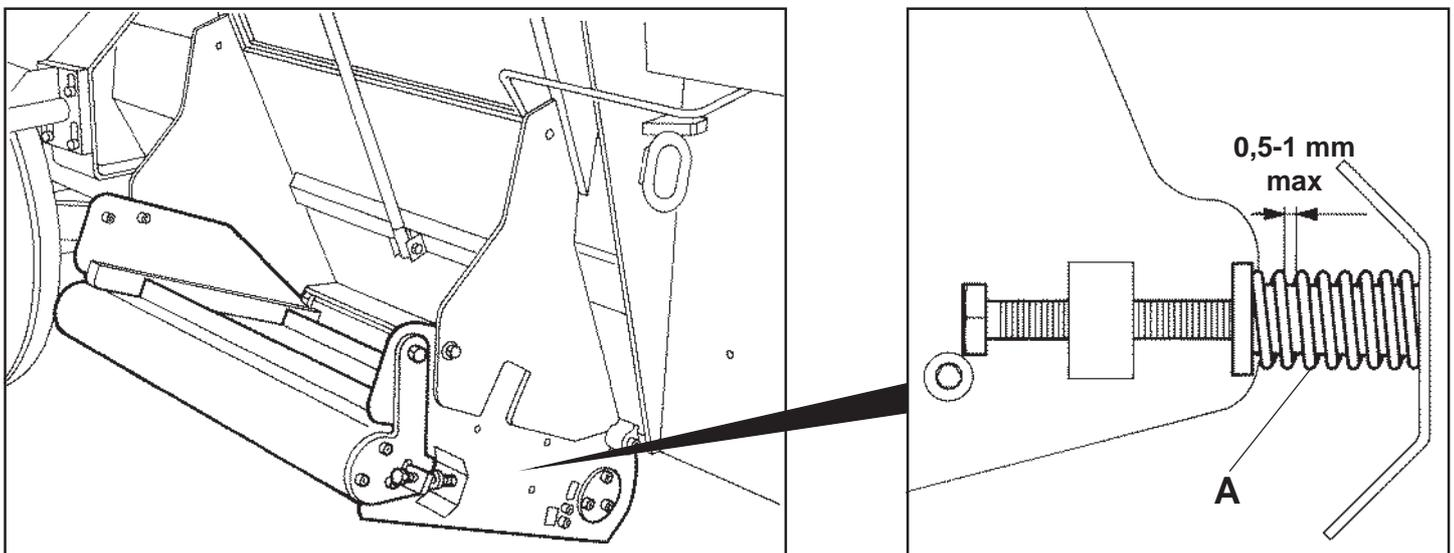
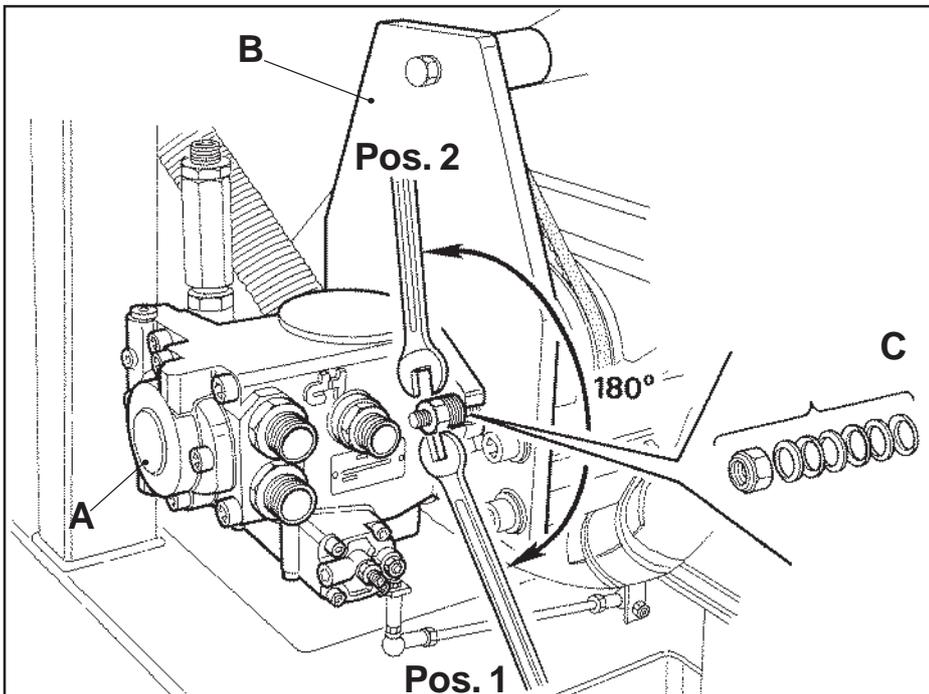
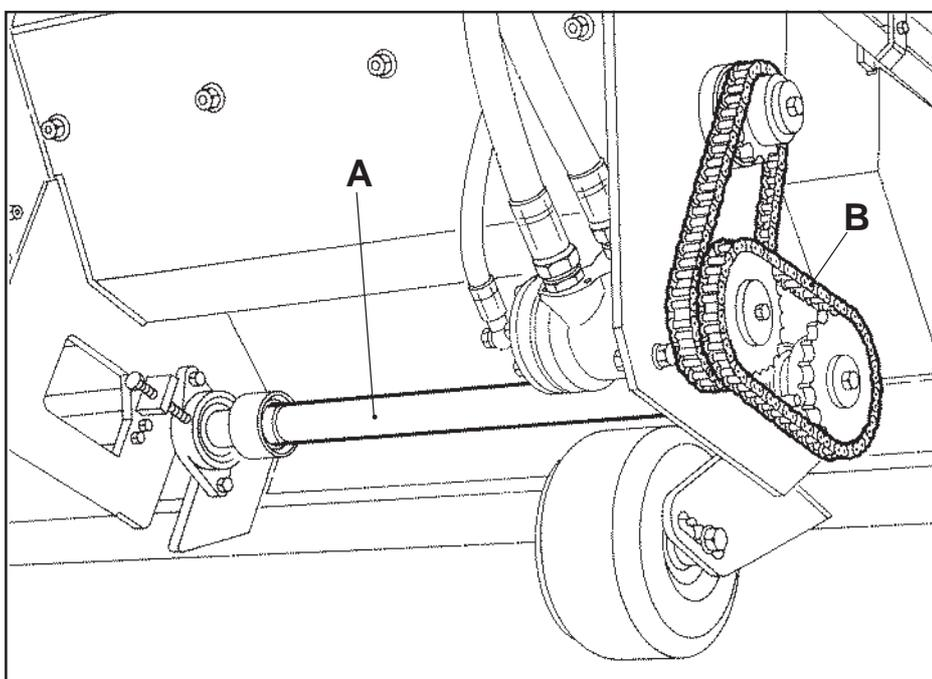
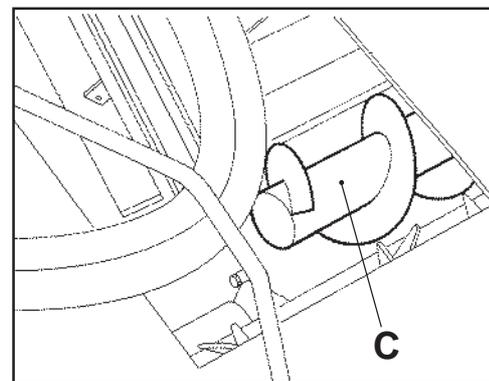

FIG. 28
FIG. 29
FIG. 39
FIG. 40
La bande de décharge est mise en tension par les ressorts (Part. A- Fig. 28) positionnés dans la partie antérieure du tapis.
De afvoerband wordt onder spanning gehouden door de veren (Part. A - Fig. 28) die geplaatst worden op de voorkant van het tapijt.
La pompe hydrostatique (**A - Fig. 29**) est fixée au support (**B**) au moyen de deux vis et douze ressorts à godet (**C**). Pour obtenir un fixage parfait, il faut porter les ressorts en blocage (**Pos. 1**) puis les desserrer d'un demi-tour (**Pos. 2**).
**ATTENTION:** Dans le où vous démontez le support (**B - Fig. 29**), rappelez-vous qu'il faut toujours le remonter avec un comparateur, lecture 0,01-0,001 mm, ou un gabarit pour qu'il soit bien centré par rapport à l'axe du moteur.
De hydrostatische pomp (**A - Fig. 29**) wordt aan de basis (**B**) bevestigd met twee bouten en twaalf schotelveren (**C**). Voor een perfecte vastschroefing moet men de veren eerst blokkeren (**Pos. 1**) en dan een halve draai losser maken (**Pos. 2**).
**OPGELET:** als men de steun (**B - Fig. 29**) verwijdert moet deze weer gemonteerd worden met een centesimaalcomparator of een masker, om er zeker van te zijn dat de moteras precies in het midden zit.
<ul style="list-style-type: none"> <li>• La macchina, azionando il pedale di avanzamento non si muove:</li> <li>• Fahrzeug bewegt sich bei Betätigen des Antriebspedals nicht:</li> </ul>	<p>Verificare, a motore spento, che il filo di azionamento con tutti gli attacchi e forcelle siano al loro posto. Controllare che, azionando il pedale (A - Fig. 28), la leva (B - Fig. 29) della pompa si sposti. Nel caso la macchina necessiti di spostamenti, eseguire l'operazione descritta a pagina 25.</p> <p>Kontrolle nur bei abgestelltem Motor! Bowdenzug intakt ? (D, Abb.40)</p> <p>Bewegt sich Hebel (M, Abb.41) bei Betätigung Gaspedal ? (L, Abb. 39)</p> <p>Beachten: Vor dem Schleppen Nabenritzel entfernen (S.15, Abb.2), Schleppstange benutzen.</p>
<ul style="list-style-type: none"> <li>• La macchina non carica il materiale:</li> <li>• si blocca il nastro e l'albero (A) (Fig. 39) gira facendo slittare il rullo rispetto al nastro:</li> <li>• si blocca il nastro e l'albero (A) (Fig. 39) non gira:</li> <li>• Maschine lädt nicht:</li> <li>• Antriebswelle (A - Fig. 39) läuft, aber Antriebsrolle rutscht auf blockiertem Band.</li> <li>• Band und Antriebswelle blockieren.</li> </ul>	<p>Verificare la tensione del nastro (Fig. 21 pag. 44). Controllare eventuale intasamento all'interno del canale.</p> <p>Controllare un'eventuale presenza di un corpo estraneo tra la parte inferiore del nastro e il cofano di protezione. Controllare l'integrità del nastro.</p> <p>Verificare l'instasamento coclea di carico (C - Fig. 40). Verificare le catene di trasmissione (B - Fig. 39).</p> <p>Spannung und Mittigkeit Förderband ? (S.44, Abb.32,33) Verstopfung im Förderkanal ?</p> <p>Fremdkörper zwischen Förderband und Abdeckung ? Band schadhaft ?</p> <p>Ladeschnecke im Fräskopf verstopft ? (P, Abb.49) Antriebsketten schadhaft ? (Q, Abb.48)</p>